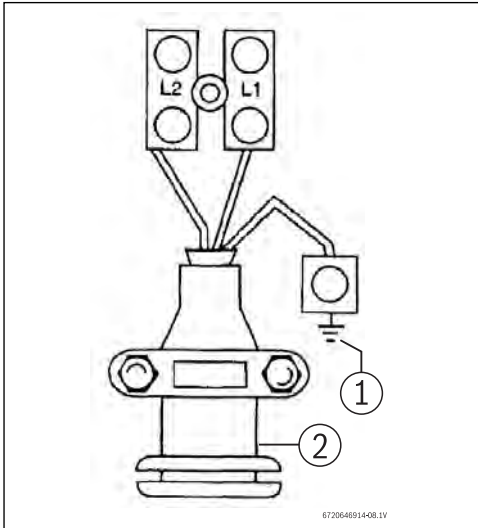

Fig. 4 Cable de terminación
- Conecte los cables al bloque terminal y a la clavija de tierra (Fig. 4 ):